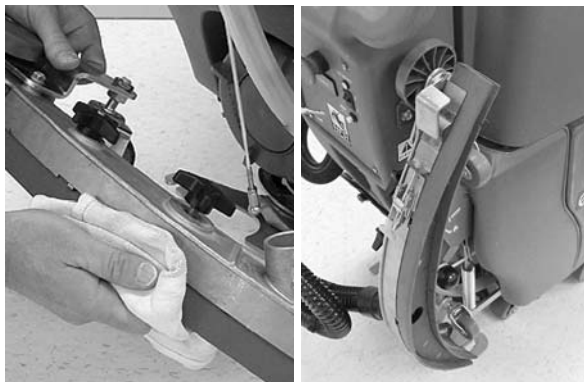

FIG. 47
7. Essuyez les lames du racloir. Lorsque la machine n'est pas utilisée, soulevez du sol le bloc de racloir ou suspendez-le sur la bride d'entreposage (Figure 47).